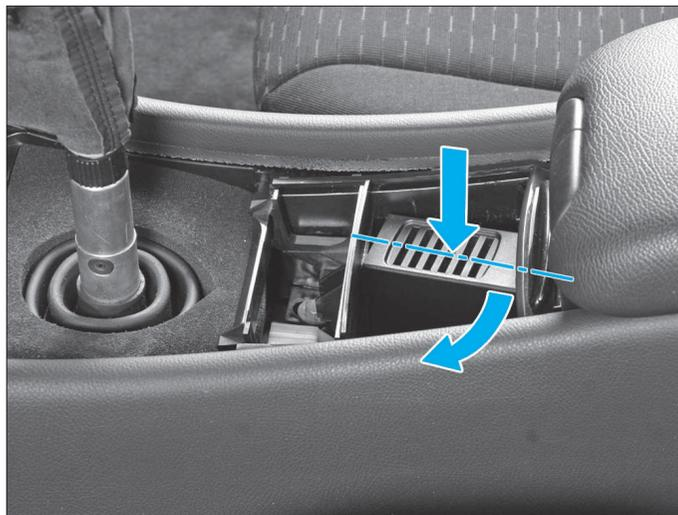

FIG. 18
- le diffuseur (5) (Fig.18) en pressant puis en imprimant un mouvement de rotation au diffuseur.